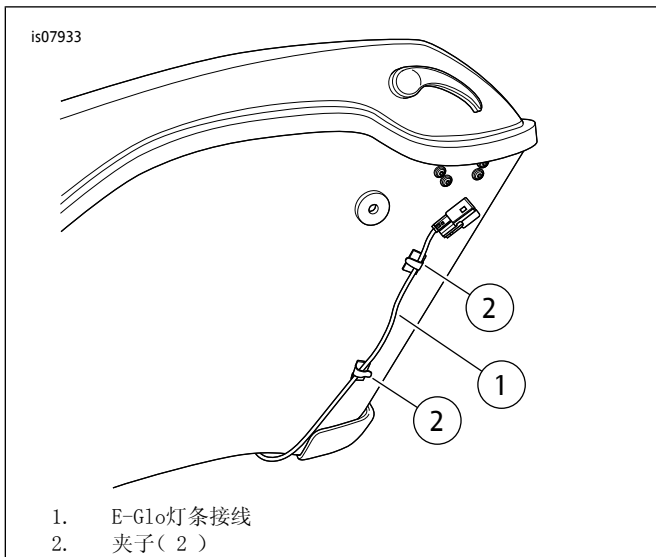

图2。导线布设
13. 参见图2。按图中所示的方式布设E-Glo灯条线路。使用套件中提供的夹子保持线路位置。